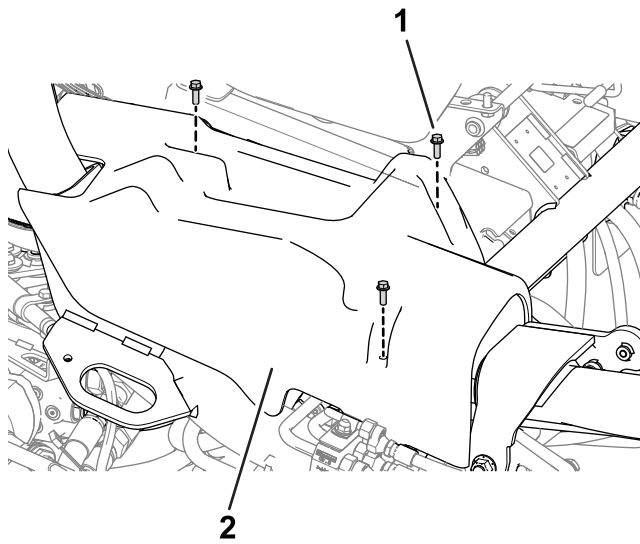

Figura 9
4. Déposez le couvercle droit (Figura 9) de la machine.
8. Reposez le couvercle droit (Figura 9) de la machine.